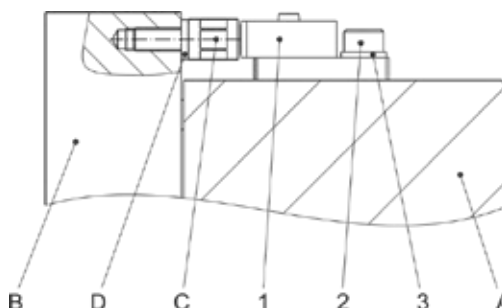

Figura 3 (versão com pinos de comutação)
Ao substituir um interruptor de aproximação num versão com pinos de comutação (pos. C/consultar figura 3), o pino de comutação (C) não pode ser substituído/desparafusado.